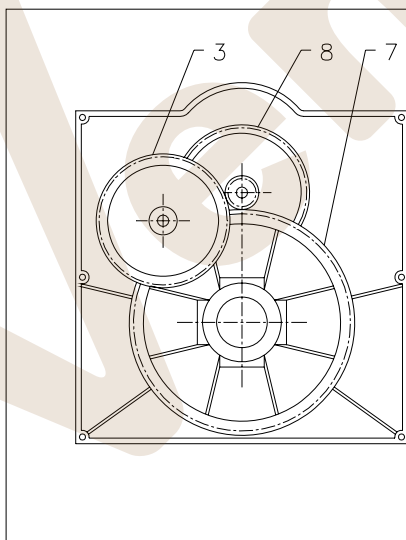
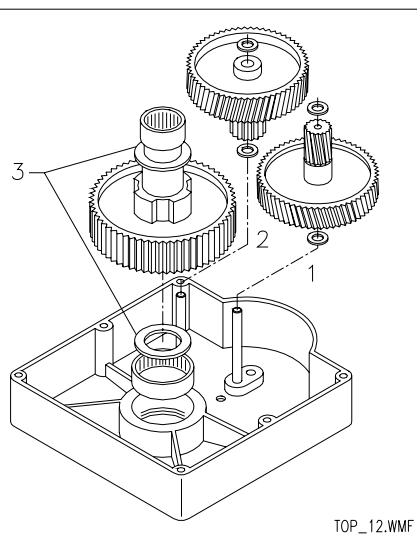

FIG. 16
FIG. 17
<p>1) Inserir las arandelas de espesor en las posiciones 1-2-3 (fig.17).          2) Inserir el engrane con dientes helicoidales fig.16 ref. 8 Z=87 reforzado, teniendo presente que el piñón debe estar dirigido hacia arriba.          3) Inserir en el orificio el árbol con engrane de dientes rectos fig.16 ref. 7 Z=54.          4) Inserir en el árbol lateral el engrane con dientes helicoidales fig.16 ref. 3 Z=46, teniendo presente que el piñón de dientes rectos debe estar dirigido hacia abajo.</p>